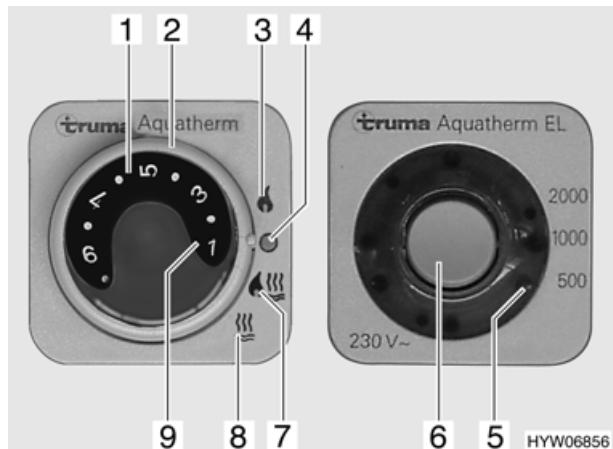

Fig. 69 Centralina di controllo Truma Aquatherm
- Funzionamento a gas (Fig. 69,3)
- Funzionamento elettrico da 230 V (Fig. 69,8)
- Funzionamento a gas e elettrico a 230 V (Fig. 69,7)
- Posizionare l'interruttore girevole (Fig. 69,2) su funzionamento a gas (Fig. 69,3). La luce spia verde sulla manopola della temperatura (Fig. 69,1) si accende.
- Impostare la manopola della temperatura (Fig. 69,1) sulla temperatura ambiente desiderata.
In caso di guasto si accende la luce spia rossa (Fig. 69,9). Attenersi alle avvertenze contenute nel capitolo 14.
- Posizionare l'interruttore girevole (Fig. 69,2) su "Spento" (Fig. 69,4).
- Posizionare l'interruttore a bilico (Fig. 69,6) sulla potenza desiderata.
- Posizionare l'interruttore girevole (Fig. 69,2) su funzionamento elettrico (Fig. 69,8). Ad inserimento avvenuto, si accende la spia di controllo (Fig. 69,5) di colore verde.
- Posizionare l'interruttore girevole (Fig. 69,2) su funzionamento a gas e funzionamento elettrico a 230 V (Fig. 69,7). Le luci spie verdi (Fig. 69,1 e Fig. 69,5) si accendono.